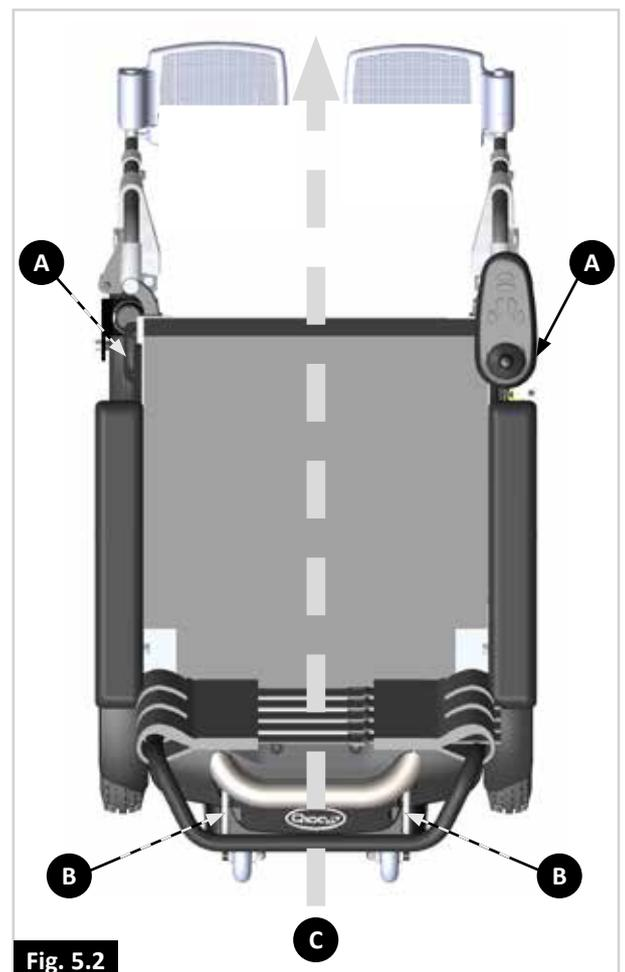

Fig. 5.2
- Fissata con un sistema di cinghie di ancoraggio a 4 punti (2 anteriori, 2 posteriori, Fig. 5.2) conforme a:
- Per ancorare la carrozzina utilizzare unicamente i punti di ancoraggio del telaio della carrozzina stessa (Fig. 5.2 - 5.8).